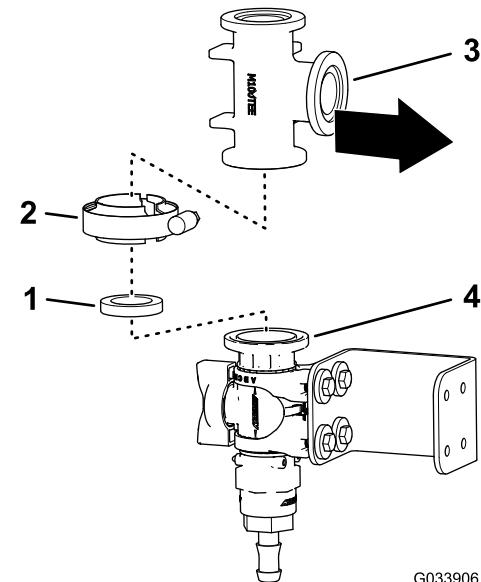
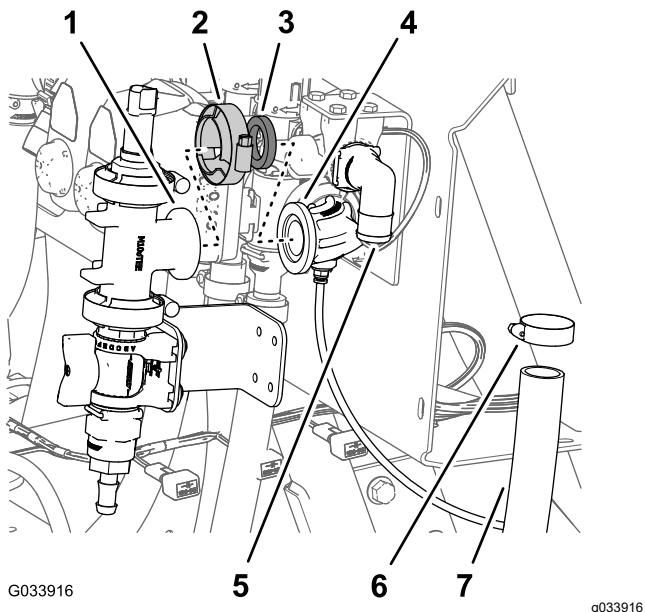
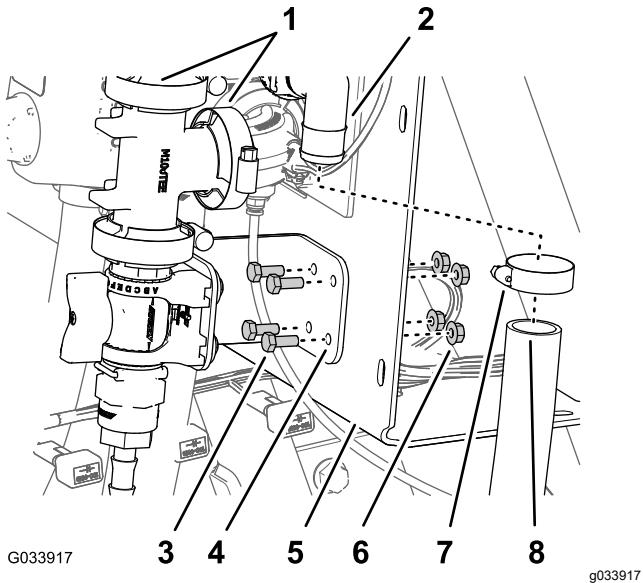

Рисунок 29
Рисунок 31
Рисунок 34
4. Совместите фланец тройника с фланцем регулирующего клапана, как показано на Рисунок 29.
5. Присоедините, не затягивая, тройник к регулирующему клапану, используя прокладку и фланцевый хомут (Рисунок 29).
- Совместите фланец тройника с фланцем прямоугольного штуцера, имеющего соединитель для трубы датчика давления (Рисунок 31).
- Соедините друг с другом, не затягивая, тройник и прямоугольный штуцер с прокладкой и фланцевым хомутом (Рисунок 31).
- Снимите хомут, прокладку и тройник с фланцем с прямоугольного штуцера, имеющего соединитель для трубы датчика давления (Рисунок 31).
- Совместите фланец тройника с фланцем прямоугольного штуцера, имеющего соединитель для трубы датчика давления (Рисунок 34).
- Соедините друг с другом, не затягивая, тройник и прямоугольный штуцер, используя прокладку и фланцевый хомут (Рисунок 34).
- Затяните вручную фланцевый хомут крепления регулирующего клапана к тройнику (Рисунок 29) и фланцевый хомут крепления тройника к прямоугольному штуцеру, имеющему соединитель для трубы датчика давления (Рисунок 31 и Рисунок 34).